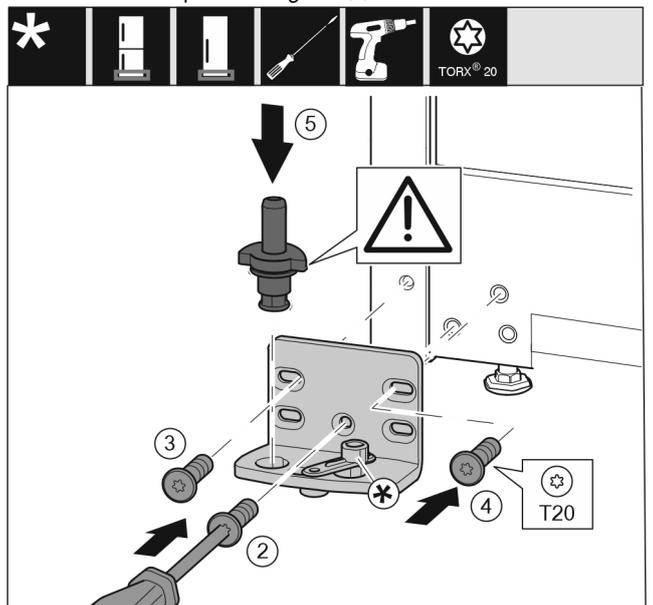

Fig. 37
- ▶ Applicare il blocco di supporto sull'altro lato e avvitarlo con l'aiuto di un cacciavite. Iniziare dalla vite Fig. 37 (2) in basso al centro.
- ▶ Stringere la vite Fig. 37 (3) e la vite Fig. 37 (4).
- ▶ Inserire completamente i perni di supporto Fig. 37 (5). Facendo ciò assicurarsi che la camma di arresto sia rivolta all'indietro.
- ▶ Applicare il blocco di supporto sull'altro lato e avvitarlo con l'aiuto di un cacciavite. Iniziare dalla vite (2) in basso al centro.*
- ▶ Stringere la vite (3) e la vite (4).*
- ▶ Ruotare di 180° il collegamento dell'ammortizzatore di chiusura (5). Sull'altro lato del blocco di supporto avvitare con un cacciavite.*
- ▶ Inserire completamente i perni di supporto (6). Facendo ciò assicurarsi che la camma di arresto sia rivolta all'indietro.*